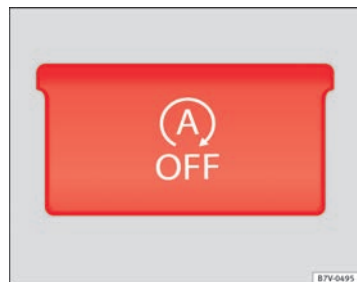

Fig. 140 Dettaglio della console centrale: tasto per la modalità Start-Stop
- Premere il tasto  nella console centrale ⇒ fig. 140.